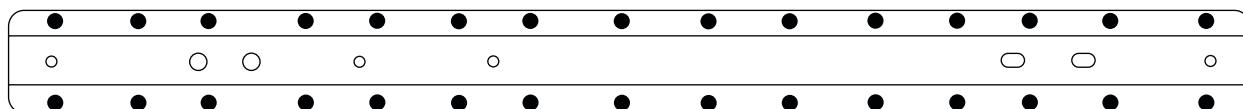

FIGURA 1
- Los puntos negros representan la ubicación de los treinta (30) remaches ciegos (W707638-S900C) en el suelo de la carrocería. (Consulte la Figura 1).